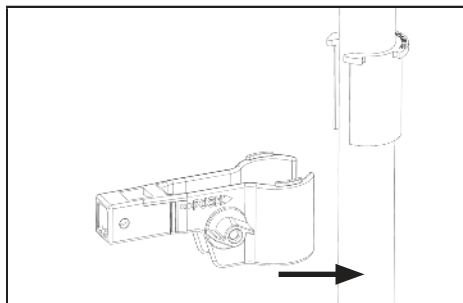
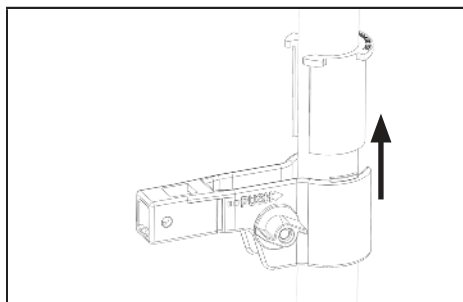

Fig. 3A
Fig. 3B
- 2a. Glisser le manchon en caoutchouc dans le cadre. De préférence, la position du manchon en caoutchouc doit être ouverte pour faire face vers l'extérieur et vers l'ouverture du serre-joint (FIG. 3A). (l'ouverture du manchon en caoutchouc s'éloigne de l'ouverture du serre-joint si cela est impossible).
- 2b. Poussez l'ouverture du serre-joint dans l'ouverture du cadre (FIG. 3A). Le serre-joint s'installe sur le cadre. Si les manchons en caoutchouc sont utilisés, faites les glisser sur le serre-joint (FIG. 3B). Ne pas trop étendre l'embouchure du serre-joint!